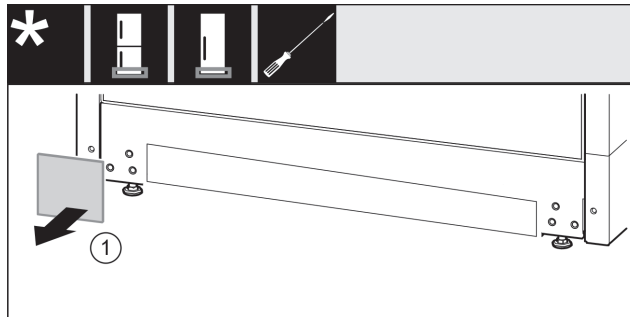

Fig. 14
- Vegye le a fedelet Fig. 14 (1).